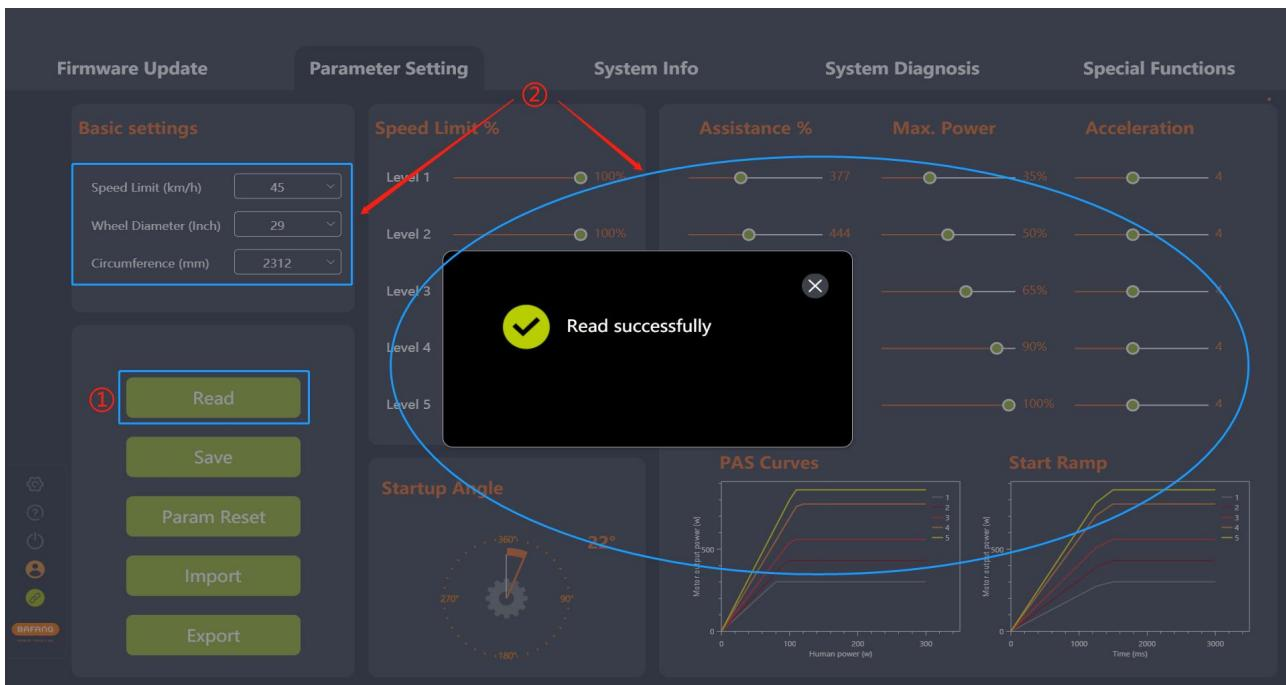

图 5-12 读取
- (1) 确认 BESST 工具盒和控制器正常连接并确保控制器供电正常，点击“读取”；
- (2) 读取成功后各个参数将会以数字、滑动条等形式展现（如图 5-12）。